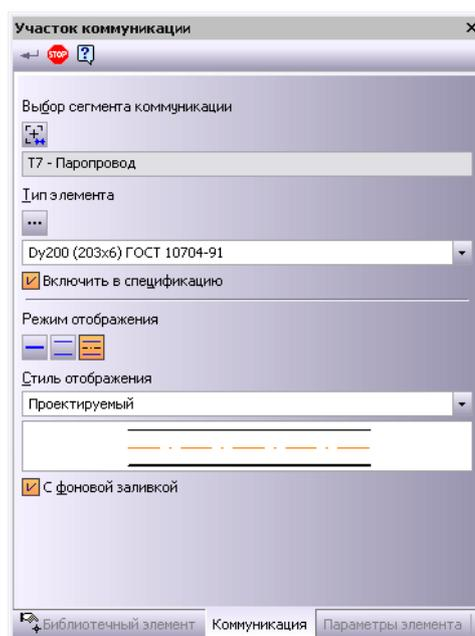

Рис. 2.13 Вкладка **Коммуникация** при редактировании участка коммуникации
3. На вкладке **Коммуникация** (Рис. 2.13) выберите **Тип элемента**, нажав кнопку **...**.